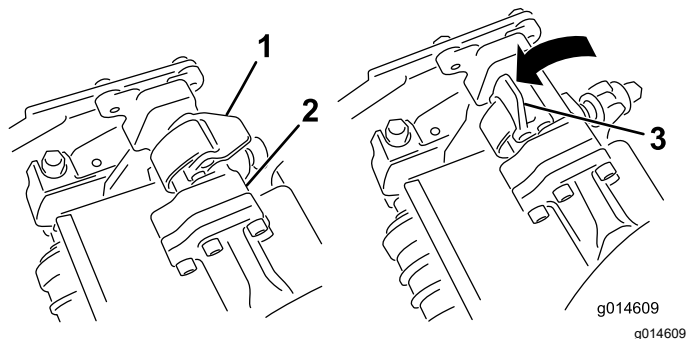
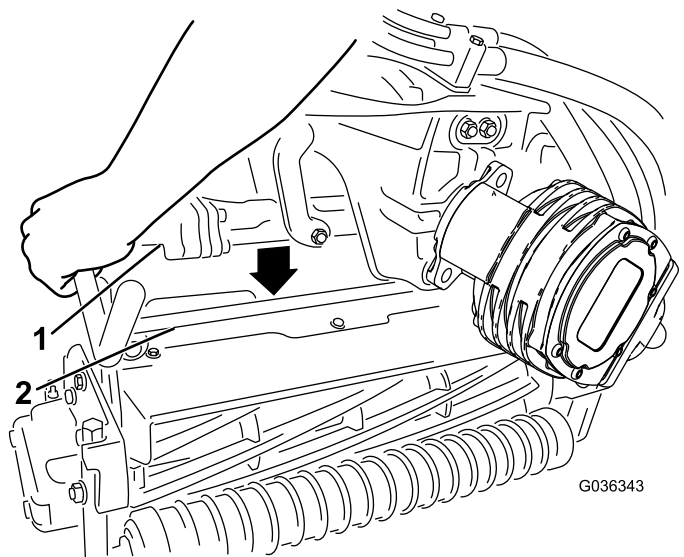

Figura 57
Figura 58
4. Con los enganches del brazo de suspensión orientados hacia arriba (es decir, abiertos (Figura 57)), empuje hacia abajo el brazo de suspensión de modo que la barra encaje en la barra situada en la parte superior de la unidad de corte (Figura 58).
5. Presione los enganches hacia abajo alrededor de la barra de la unidad de corte y bloquéelas (Figura 57).
5. Abra los enganches de la barra del brazo de suspensión de la unidad de corte que está retirando (Figura 57).